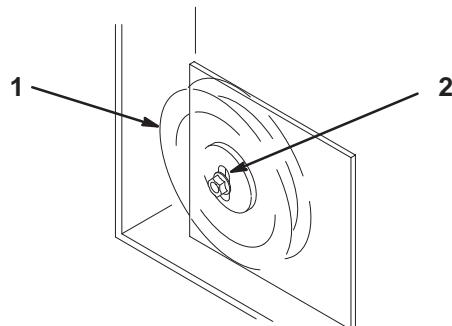

Figure 79
11. Si la plaque de la poulie de tension touche le bout de la fente de réglage et qu'il faut encore tendre la courroie, une légère modification de la poulie de tension fixe droite peut offrir un réglage de tension supplémentaire (Fig. 79).